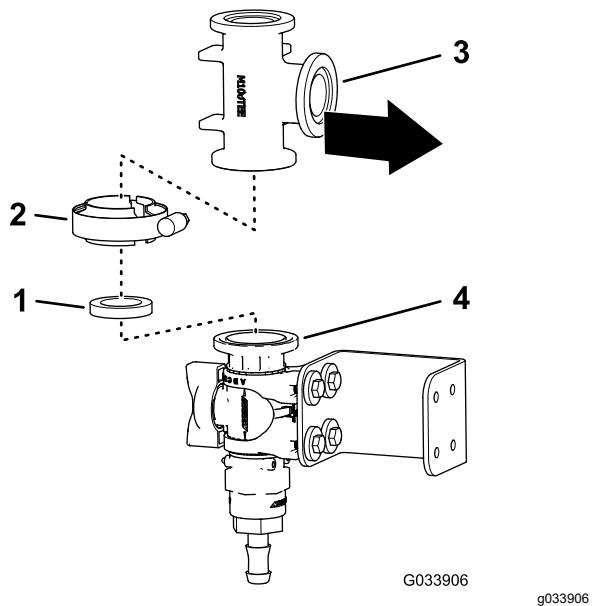
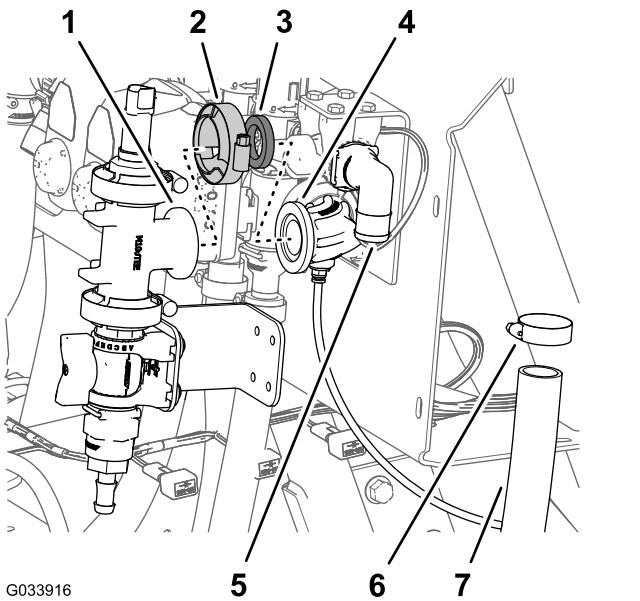
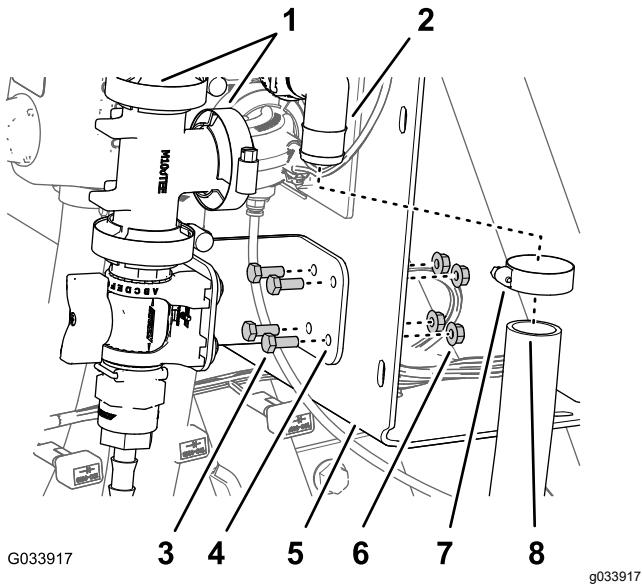

Figura 29
Figura 31
Figura 34
- Alinhe a flange da união em T com a flange da válvula de controlo, conforme se mostra em Figura 29.
- Prenda sem apertar a união em T à válvula de controlo com uma junta e um grampo da flange (Figura 29).
- Alinhe a flange da união em T com a flange da união a 90° com um conector para o tubo sensor (Figura 31).
4. Retire o grampo, a junta, a união em T com a flange da união a 90° com um conector para o tubo sensor (Figura 31).
1. Alinhe a flange da união em T com a flange da união a 90° com um conector para o tubo sensor (Figura 34).
2. Monte sem apertar a união em T e a união a 90° com uma junta e um grampo de flange (Figura 34)
4. Aperte à mão o grampo da flange que prende a válvula de controlo e a união em T (Figura 29) e o grampo da flange que prende a união em T à união de 90° com um conector para o tubo sensor (Figura 31 e Figura 34).